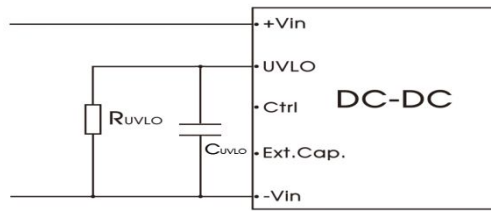

图 9
3. UVLO 引脚可以通过外部电阻 R_{UVLO} 调节输入欠压保护点, R_{UVLO} 的具体数值请参考图 9, 如果该引脚悬空, 欠压保护点为 11V。
3. 电阻 R_{UVLO} 用于调节输入欠压保护点，取值可参考图 9。